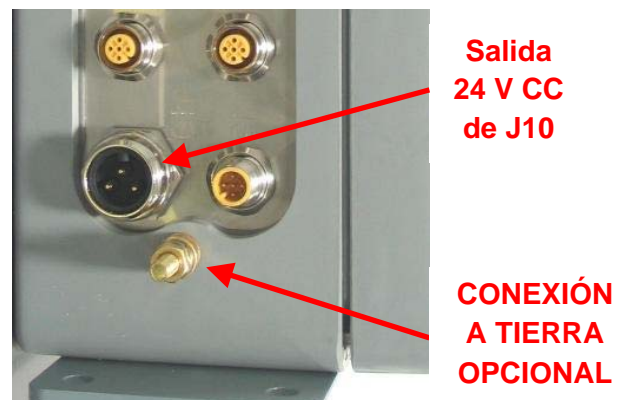

FIGURA 10 – CAJA DE CONTROL DEL GIRÓSCOPO
- ii. No conecte nada a la conexión a tierra mostrada en la Figura 10. La caja de control del giróscopo se conecta a tierra mediante los soportes de montaje directamente a la abrazadera frontal del giróscopo.